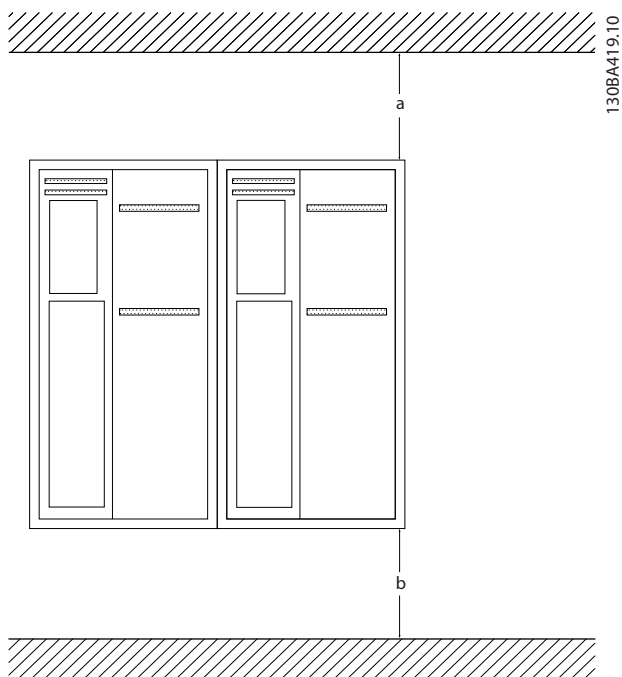

Рисунок 2.1 Свободное пространство для охлаждения верхней и нижней части устройства
- В верхней и нижней части преобразователя следует оставить доступ воздуху для охлаждения. Обычно зазор должен составлять 100–225 мм. См. *Рисунок 2.1* с параметрами требуемых зазоров.